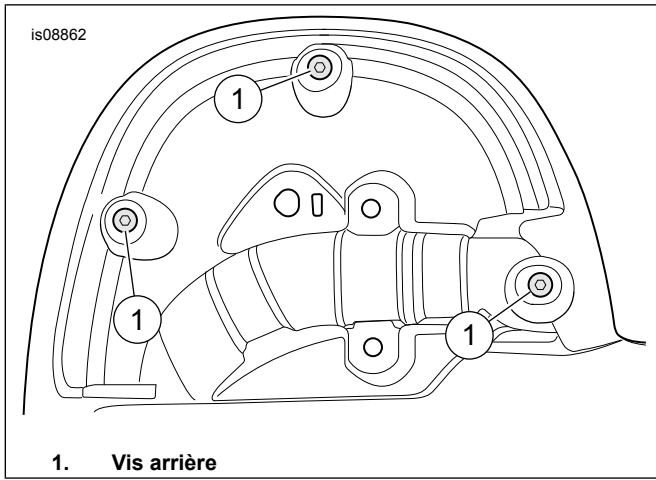

Figure 8. Vis arrière
9. Voir Figure 8 . À partir de l'arrière, poser les trois vis autotaraudeuses (1) d'enceinte. Serrer.